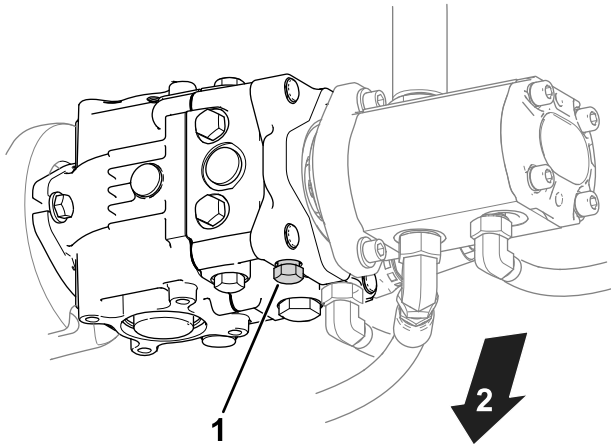

Figura 30
1. Localice la válvula de desvío en la bomba (Figura 30).